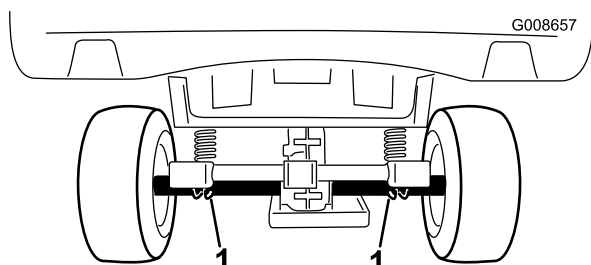

Рисунок 23
- Точка подъема в задней части машины находится под трубами моста (Рисунок 23).